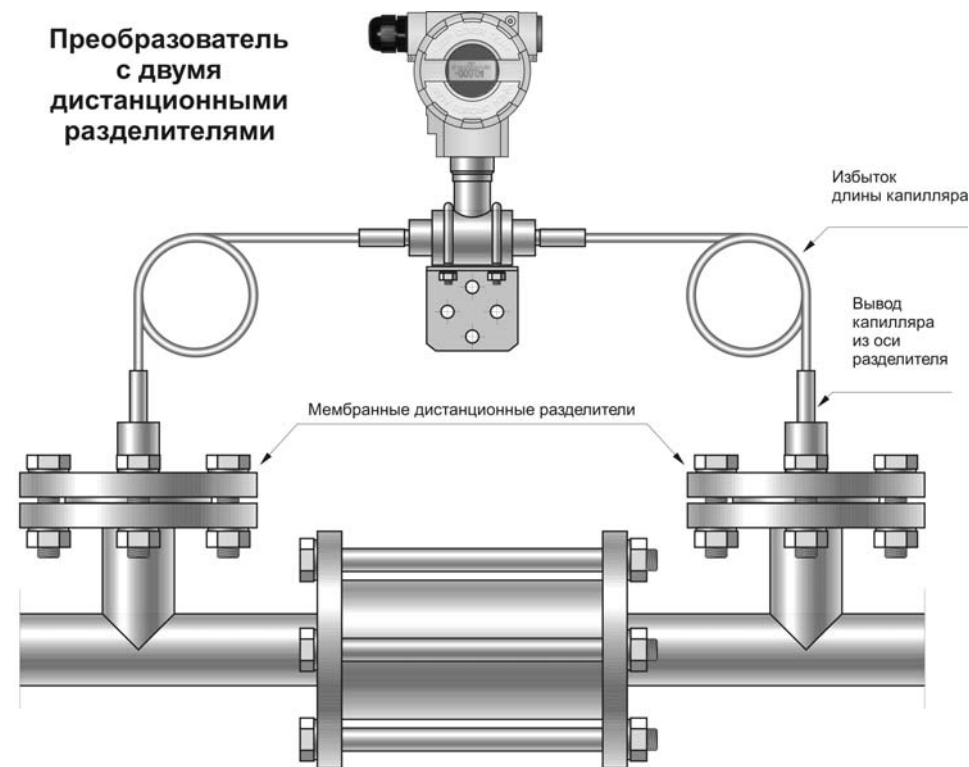

Рисунок 5 – Преобразователь с двумя дистанционными разделителями
9.3.1 Преобразователи с двумя дистанционными разделителями (рисунок 5) применяются для измерения разности давлений там, где гидростатическое давление манометрической жидкости в капиллярах значительно меньше, чем измерительный диапазон преобразователя.